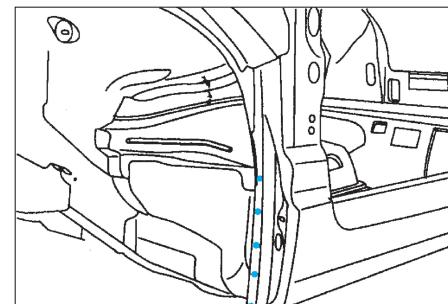

FIG. 91
- Appliquer une colle de calage structurale (Fig.91).